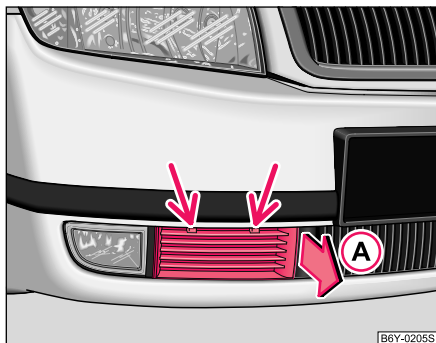

Fig. 148 Parachoques delantero: Rejilla de protección
- Introducir el destornillador por el orificio de la rejilla de protección (cerca de la placa de matrícula) ⇒ **página 214, fig. 148** y presionar hacia abajo, separando a presión al mismo tiempo la retención elástica de la rejilla de protección. Asir al mismo tiempo con una mano el borde de la rejilla de protección (flecha **A**) y soltarla.